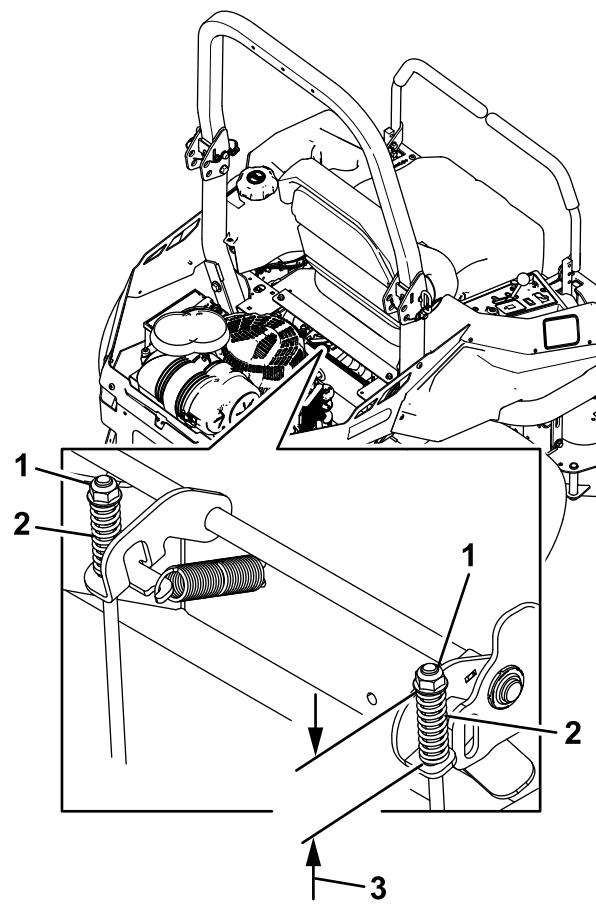

Figura 61
7. Compruebe la longitud de ambos muelles como se muestra en Figura 61. Si se requiere un ajuste, gire la tuerca superior en el sentido de las agujas del reloj para acortar el muelle y en el sentido contrario a las agujas del reloj para alargarlo.